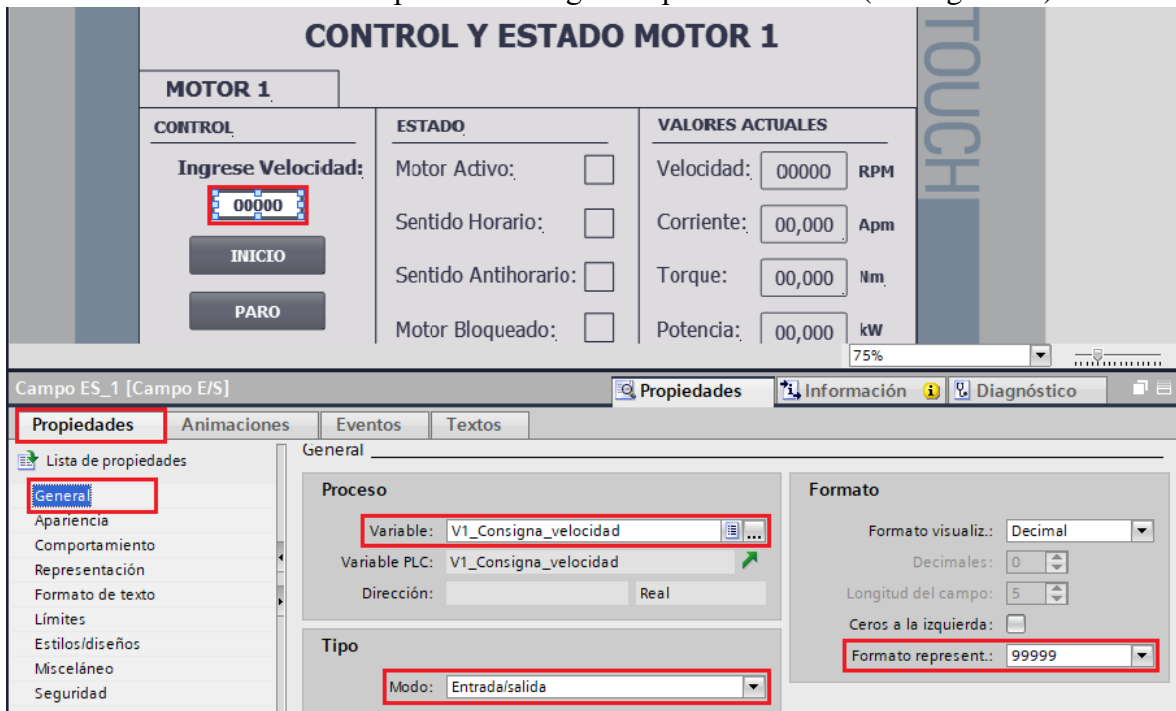

Figura 48. Configuración campo E/S velocidad.
(2) Configuración de campo “CONTROL”.
- En “Formato” / “Formato represent” escoger la opción “99999” (ver Figura 48).